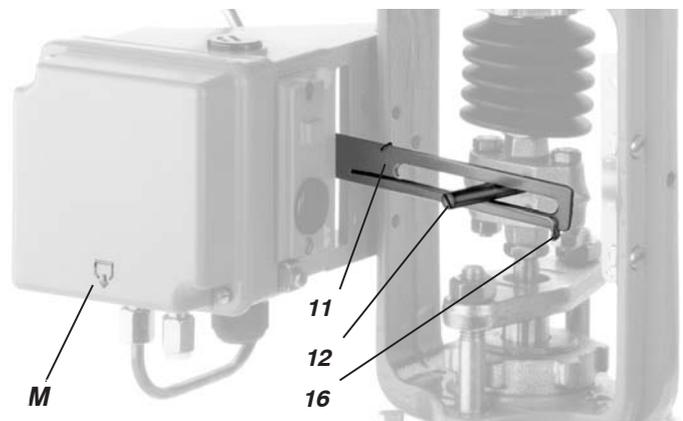

Fig. 12: Toma del posicionador lado de montaje a la izquierda
- Enroscar el bulón **12** en el acoplamiento del accionamiento (véase fig. 12).
- Colocar el accionamiento de ajuste en posición de elevación 0%. Colocar el balancín **11** sobre árbol de traspaso **15** y bulón **12**, así que el resorte de compensación **16** se encuentre debajo del bulón **12** siendo montado a la izquierda y encima del bulón **12** siendo montado a la derecha (véase fig. 12). Enroscar el bulón.
- Montar la tapa de la carcasa de tal manera que la nariz de agua condensada se encuentre abajo cuando el aparato esté montado** (véase la marca 'M' en la fig.12).